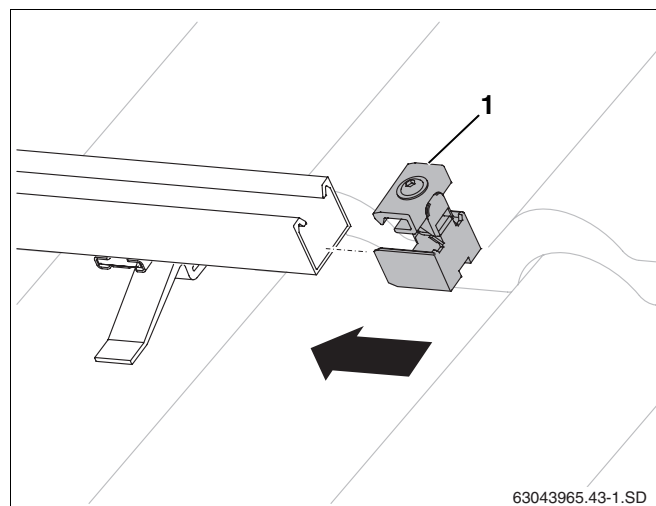

Fig. 42 Insérer les fixations latérales
- Glisser les fixations latérales (fig. 42, **pos. 1**) à l'extrémité droite du champ de capteur dans les rails profilés jusqu'à ce que la première perforation longitudinale du rail s'enclenche.